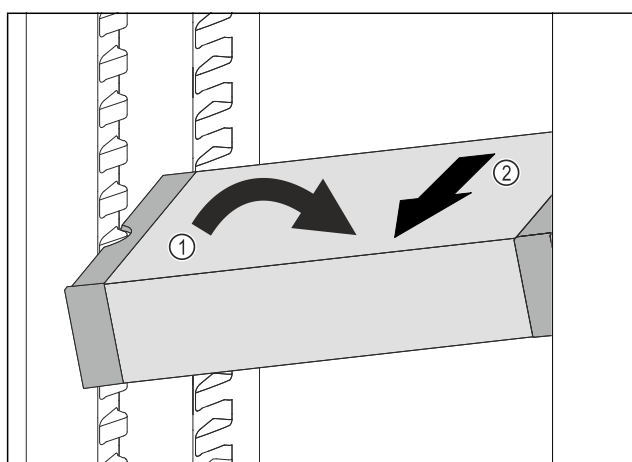

Fig. 106
- Poziționați oblic VarioSafe în frigider. Fig. 106 (1)
- Extrageți VarioSafe spre înainte. Fig. 106 (2)